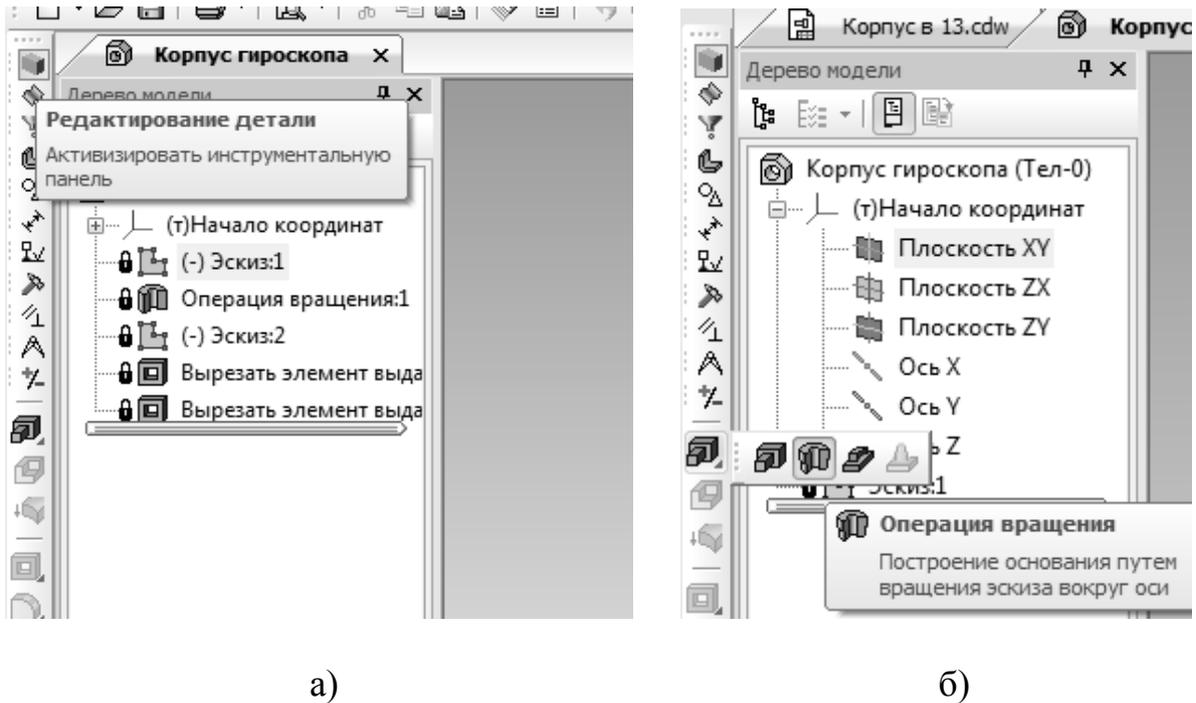
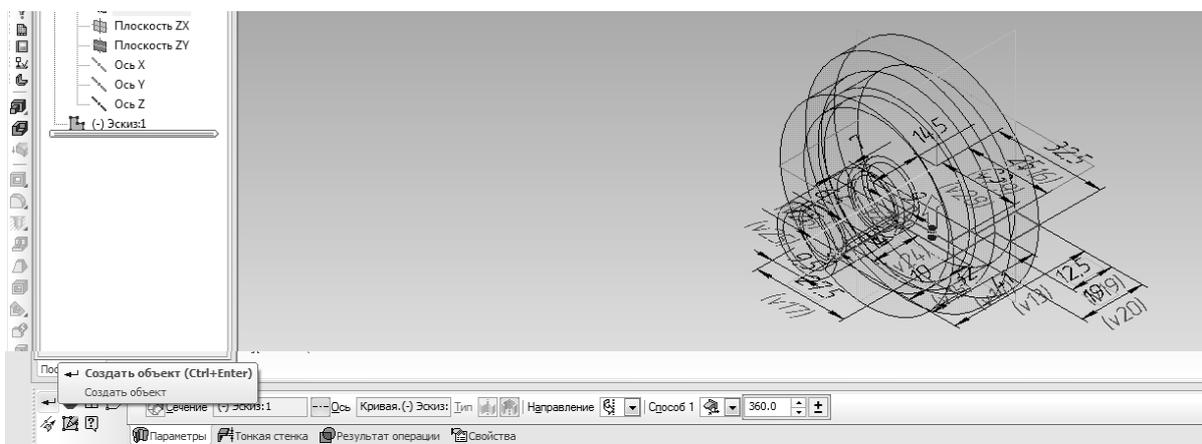

Рис. 33. Операция вращения: а – выбор набора инструментов «Редактирование детали», б – выбор инструмента «Операция вращения»
Рис. 34. Операция вращения
9. После того, как эскиз выполнен (пока без фасок и скруглений), выполняется операция вращения данного эскиза вокруг оси. Для этого следует нажать кнопку: «Редактирование детали» (синий кубик вверху компактной панели) (рис. 33, а), далее нажать на операции выдавливания (два синих кубика, рис. 33, б) и держать нажатой левую кнопку мыши 1-2 секунды (см. рис. 33, б), выбрать второй пункт – «Операция вращения» и нажать Ctrl+Enter, либо значок подтверждения «Создать объект» в нижнем левом углу (рис. 34).
После того, как эскиз готов, необходимо нажать на кнопку «Редактирование детали» («синий кубик», см. рис. 33, а) и выбрать инструмент «Вырезание выдавливанием» (рис. 51, а). Толщина поверхности, в которой вырезаются пазы $41-19=22$ мм (см. задание, рис. 1), поэтому глубина паза (пункт «Расстояние» на панели свойств) должна быть 22 мм (рис. 51, б). В результате выполнения операции, фрезеруемые поверхности примут вид согласно чертежу (рис. 51, в). Также в панели свойств вместо опции «На